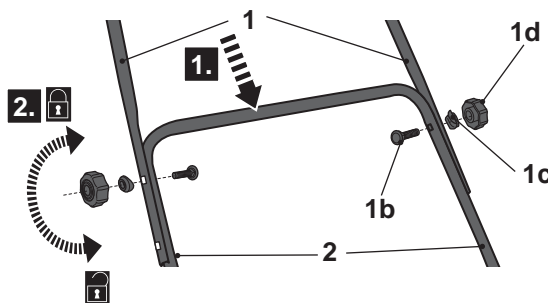

Fig. 3
- > Alignez les trous et fixez la barre supérieure de la poignée [1] sur la barre inférieure de la poignée [2] (Fig. 3, étape 1).
- > Sécurisez le raccordement avec les boulons [1b], les rondelles [1c] et les boutons [1d] (Fig. 3, étape 2).